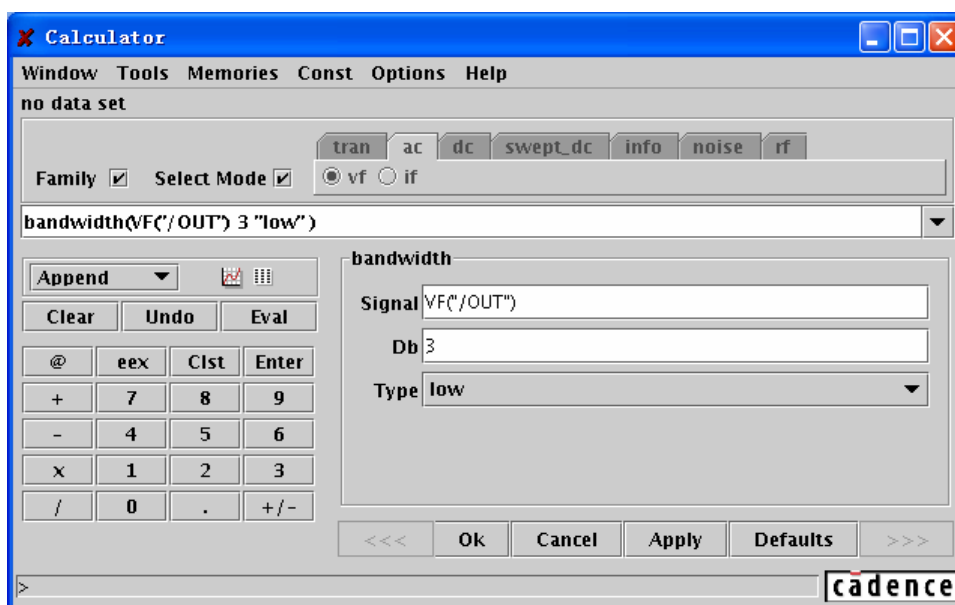

图 11.13 在“Waveform Calculator”中建立所需要的表达式
4) 利用在第 12 章的方法，在“Waveform Calculator”中建立所需要的表达式。图 11.13 显示了在“Waveform Calculator”获得共源极放大器 3dB 带宽的表达式。